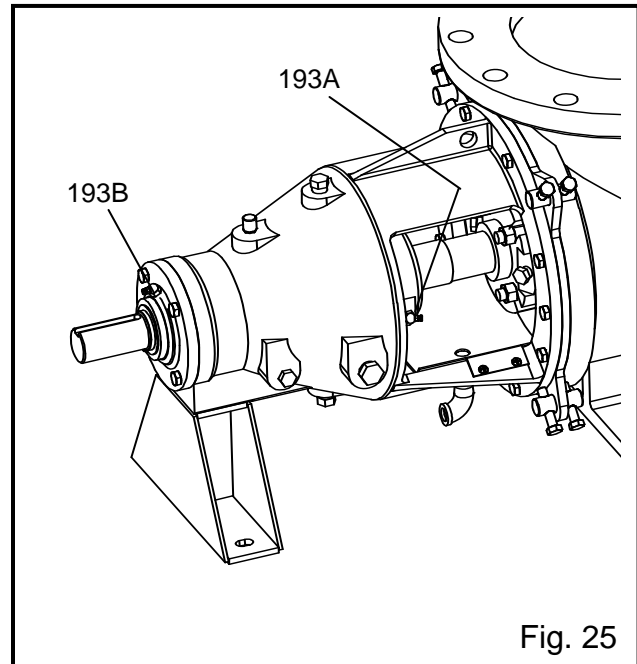

Fig. 25
2. Remplir les deux cavités de graisse par les embouts de graissage (193A et 193B) sur le boîtier de roulement (134C). Utiliser la graisse recommandée et remplir jusqu'à sentir une légère résistance dans le pistolet à graisse, voir Fig. 25.